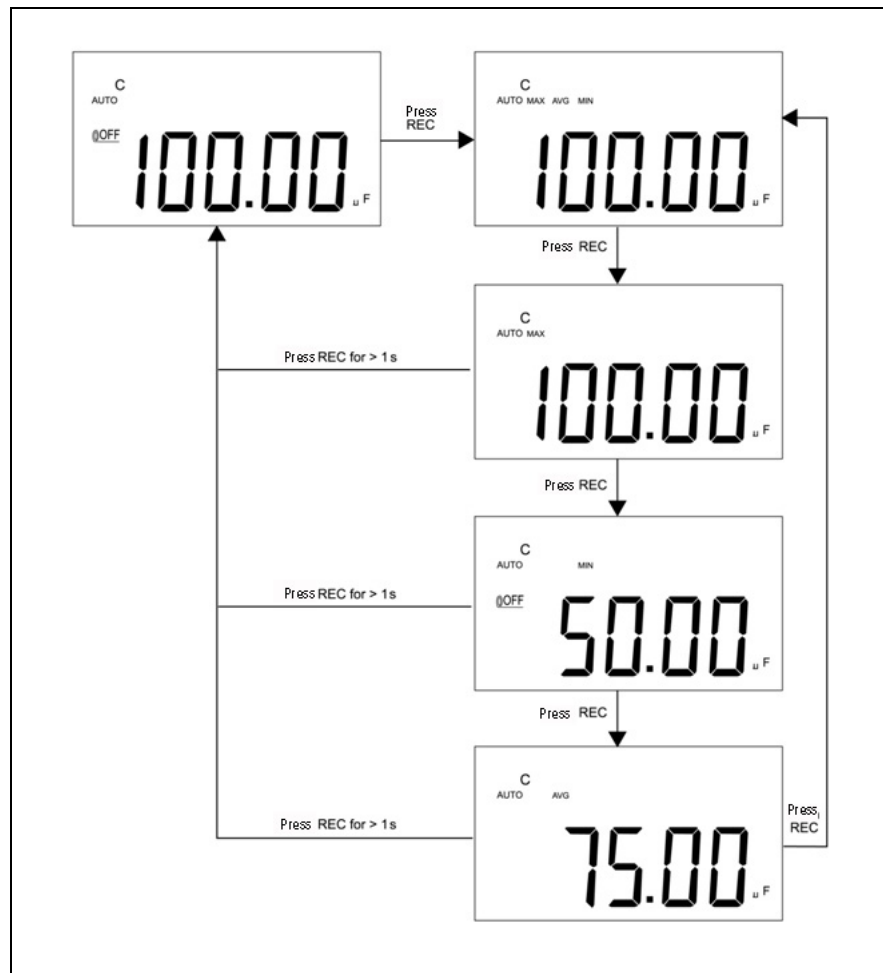

Рисунок 2-1 Процедура проверки допуска
- 2 Нажмите эту кнопку кратковременно для циклического просмотра максимального, минимального, среднего и текущего показаний. Чтобы показать, какое значение отображается, будут загораться индикаторы **MAX**, **MIN**, **AVG** или **MAX AVG MIN** соответственно (см. **Рисунок 2-1**).